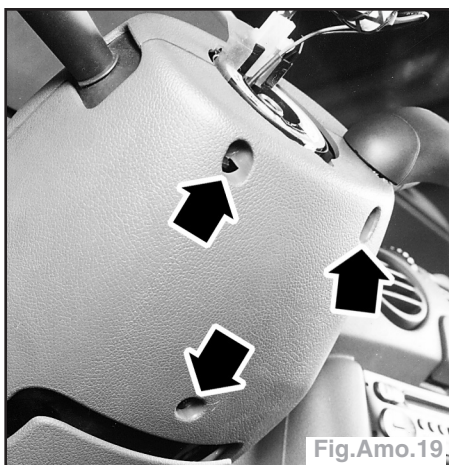

Fig.Amo.19.
- les vis d'assemblage des demi-coquilles d'habillage de colonne de direction (Fig.Amo.19),